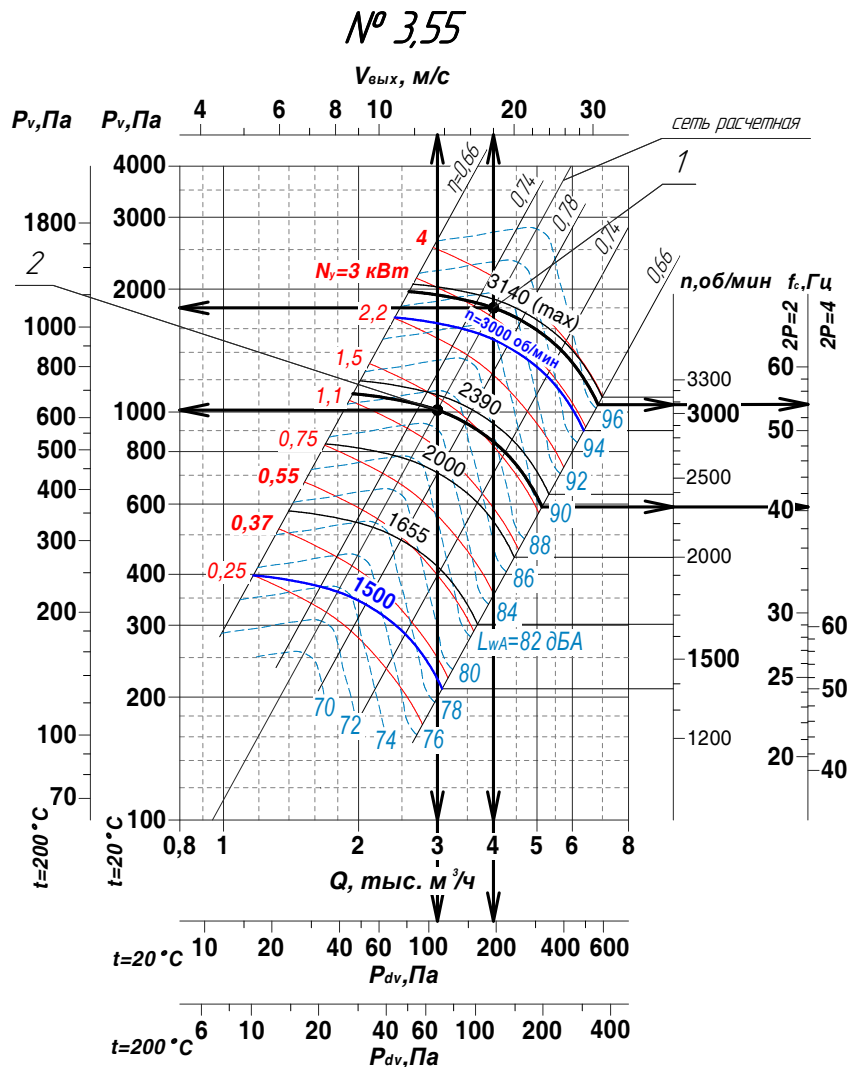

Рис. 31 – Аэродинамическая характеристика BP 85-77-3,55
- 2) отложим на графике ВР 85-77-3,55 рабочую точку 1 (рис. 31) режима "ЛЕТО". Проведем через данную точку прямую, параллельную линиям КПД, соответствующую характеристике сети вида $\Delta P = kQ^2$. Укажем на данной прямой точку 2, которая соответствует производительности в режиме "ЗИМА". Через точки 1 и 2 проведем кривые аэродинамических характеристик вентилятора эквидистантные ближайшим кривым. Для обеспечения производительности режима "ЛЕТО" необходимо стандартному вентилятору с синхронной частотой вращения $n = 3000 \text{ об/мин}$ поднять с помощью ПЧ обороты рабочего колеса до $n_{\text{л}} = 3090 \text{ об/мин}$. Для режима "ЗИМА" – опустить обороты до $n_{\text{з}} = 2305 \text{ об/мин}$;